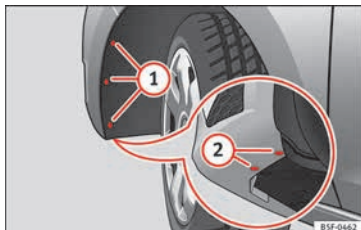

Fig. 112 Faro antiniebla: acceso al conector y al portalámparas.
- Retire los 3 tornillos **①** » **fig. 112** del interior del pasarrueda y los 2 tornillos inferiores **②** » **fig. 112** del parachoques, precisando para ello de un destornillador.